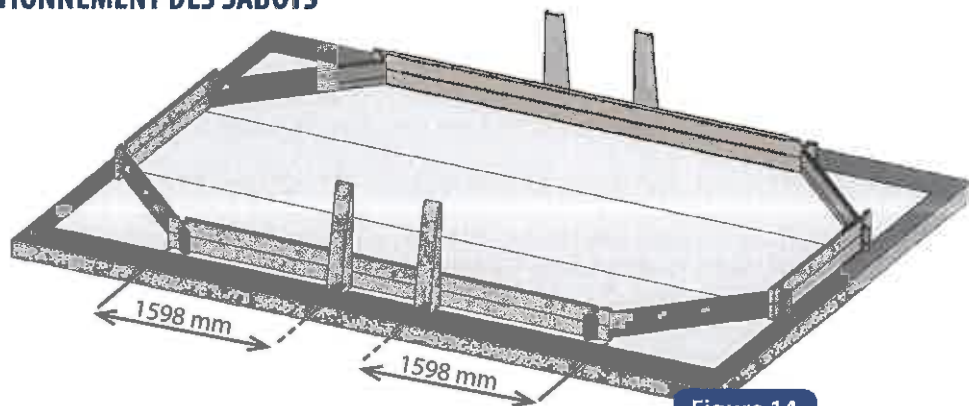

Figure 14
• Placez les sabots, en appui contre les madriers. Les dimensions sont prises de l'extrémité du madrier à l'entraxe du sabot (figure 14)